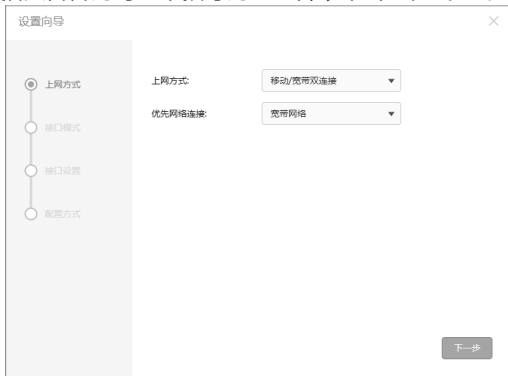

图4-2 上网方式设置
4. 进入上网方式设置,如图4-2所示,根据实际需求选择上网方式和优先网络连接方式(如需连接移动网络,需插入自备的可正常拨号的SIM卡),单击“下一步”。